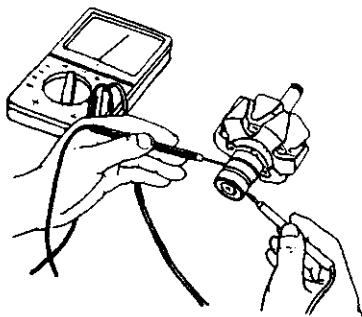

图 4-31 测量转子线圈电阻
①检查转子线圈。首先检查转子线圈有无烧焦、松动现象。然后测量转子线圈的直流标准电阻应为 $4 \sim 5 \Omega$ ，如图 4-31 所示。如果所测量的转子线圈阻值大于或小于标准值，说明转子线圈已经损坏。应更换新的转子线圈。